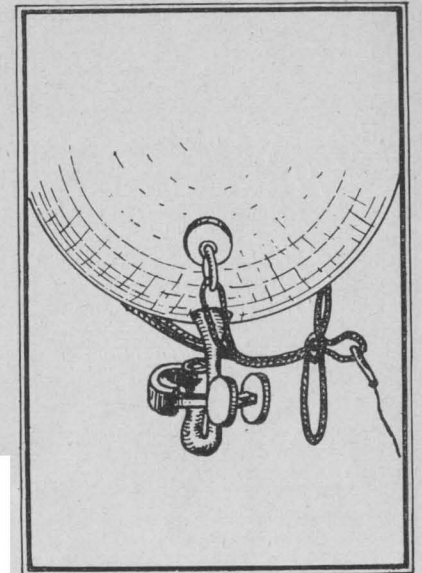

Abb. 14. Ballon:
g) Den Ballon vom Füllrohr abnehmen und Füllstutzen mit Schlauchklemme abklemmen (s. Abb. 14). Verbrauchte Gaszeuger und Füllrohr wegwerfen.